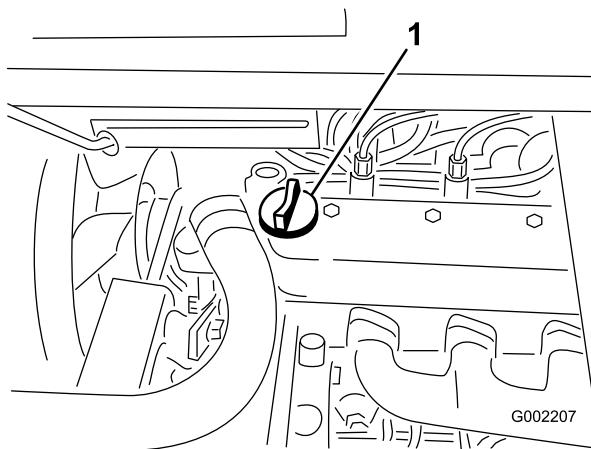

図 17
3. 油量が少なければ、バルブ・カバーの上についている補給口（図 17）を開け、ディップスティックの Full マークまでオイルを補給する；オイルの種類や粘度の選択については「エンジンの保守」の章の「エンジン・オイルについて」を参照。補給するときは、ディップスティックで確認しながら少量ずつ入れてください。入れすぎないよう注意してください。